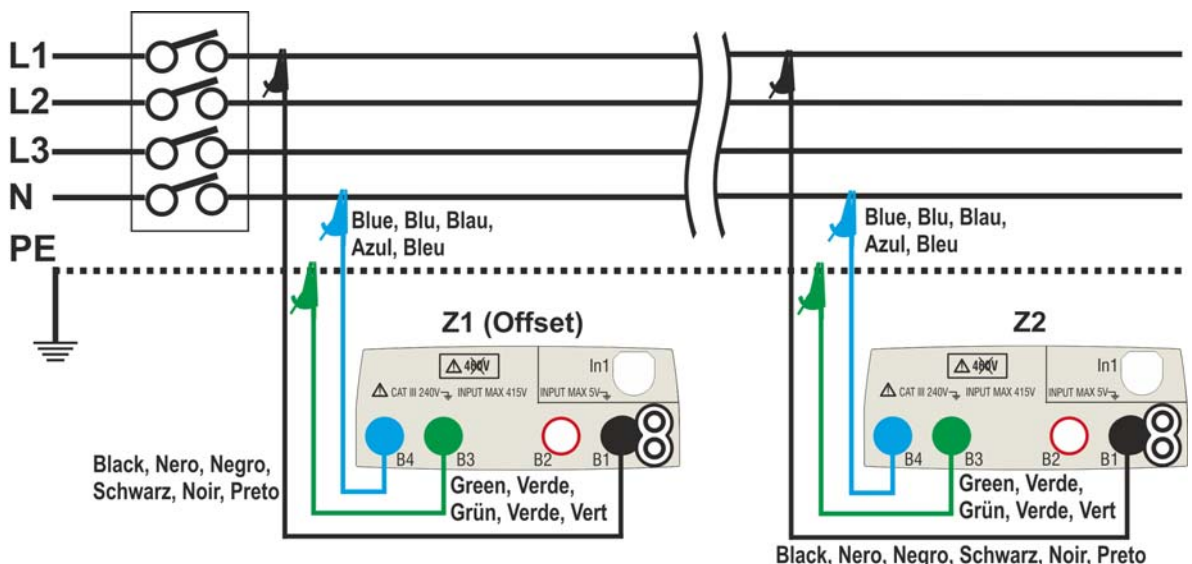

Fig. 32: Collegamento strumento per misura caduta di tensione in modo L-N
6. Passare al punto 9 nel caso in cui sia stato inserito manualmente il valore della **Z1 (Offset)**. **Nel caso in cui NON sia stato inserito manualmente il valore della Z1 (Offset)** collegare lo strumento nel punto iniziale della linea in esame (tipicamente a valle della protezione) in accordo alle Fig. 32 o Fig. 33 al fine di eseguire la prima misura di impedenza **Z1 (Offset)**. In tal caso lo strumento eseguirà la misura di impedenza presente a monte del punto iniziale della linea assumendola come riferimento iniziale. La seguente videata (relativa alla misura L-L) è mostrata a display
9. Collegare lo strumento nel punto finale della linea in esame in accordo alle Fig. 32 o Fig. 33 in modo da eseguire la misura di impedenza a fine linea **Z2**. La videata a fianco è mostrata a display. Notare la presenza a display del valore **Z1 (Offset)** precedentemente misurato